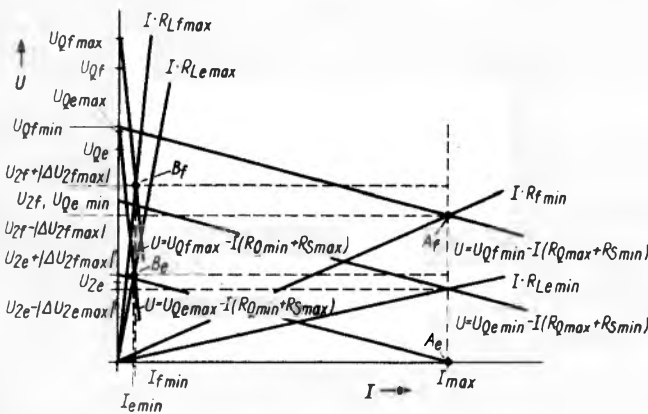

Bild 7. Kennlinienfeld für stabilisierte, einstellbare Ausgangsspannung, U_Q veränderlich
3.2.2 Einstellung von U_2 durch Ändern von U_Q (Bild 7) Nebenbedingungen:
Der eine Endzustand ist gekennzeichnet durch $U_{2e} = 0$, Punkt A_e (Bild 7). $U_{Qe \min}$ ist zu bestimmen.